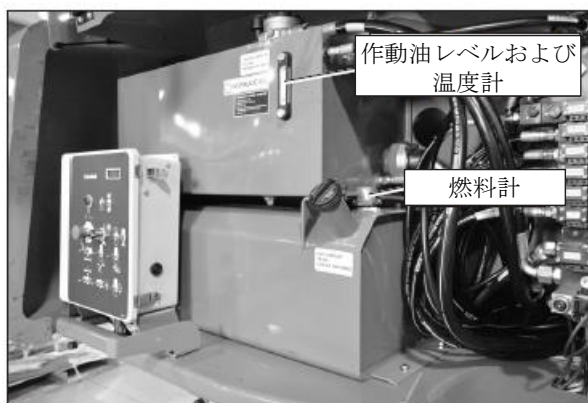

図 7.3 - 燃料タンクと作動油タンク
燃料のレベルを確認し（図 7.3 を参照）、必要に応じて燃料を補充してください。キャップがしっかり閉まっていることを確認します。
3. 覗き窓で油圧作動油が見えるか目視確認します（図 7.3 を参照）。